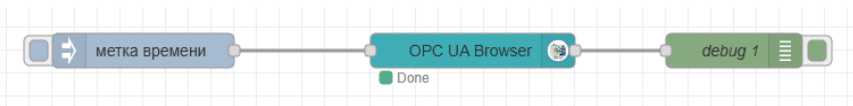

Рис. 3.29. Изучение структуры тегов при помощи узла OPC UA Browser
2. Подключите выход узла Inject ко входу узла браузера (OPC UA Browser), затем подключите выход браузера к узлу отладки (см. рис. 3.29).